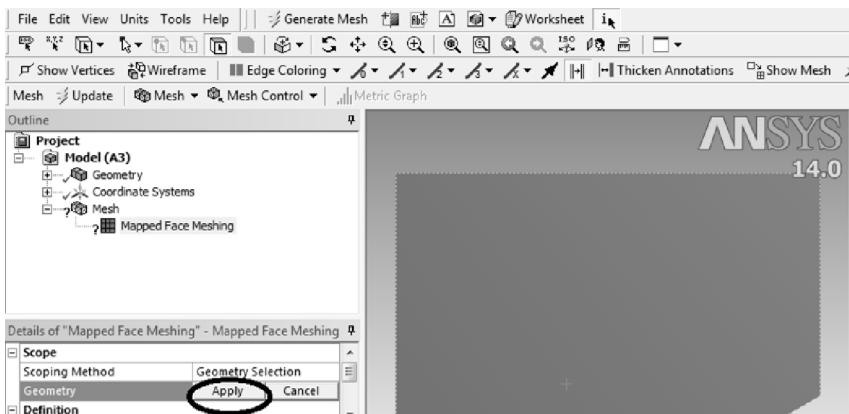

Рис. 3.16
3) Кликаем по геометрической области, после чего она окрашивается в зеленый цвет. После этого кликаем Apply на панели Details of “Mapped Face Meshing”, рис. 3.16.